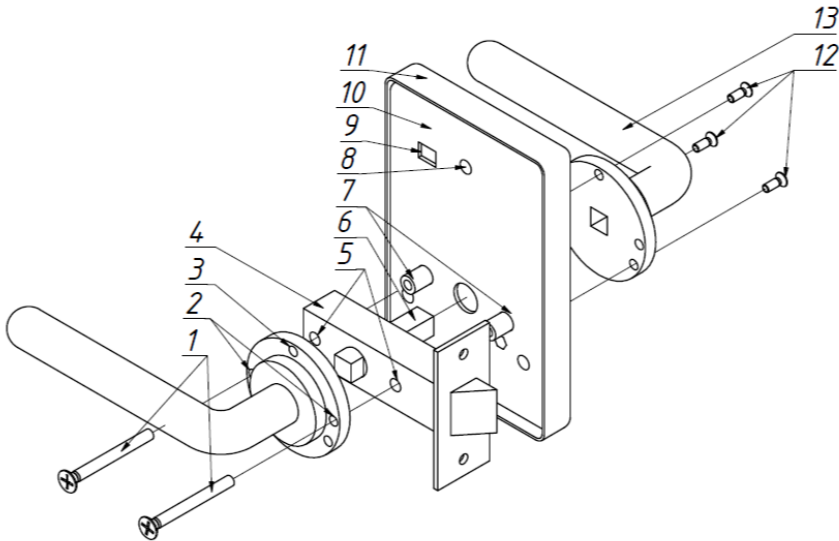

Рис.3 – Схема установки.
При описании монтажа предполагается, что врезной замок (защёлка) уже установлен в дверь. Перед началом монтажа убедитесь в соосности крепежных отверстий под ручку в замке с отверстиями в самой ручке (см. рисунок 3).
- 1.1. Просверлить в двери два сквозных отверстия диаметром 5 мм. Расположение отверстий должно совпадать с расположением крепежных втулок (7) на замке (10), а также совпадать с крепежными отверстиями (5) в защёлке (4) и отверстиями (2) в ручке (3) (см. рисунок 3).